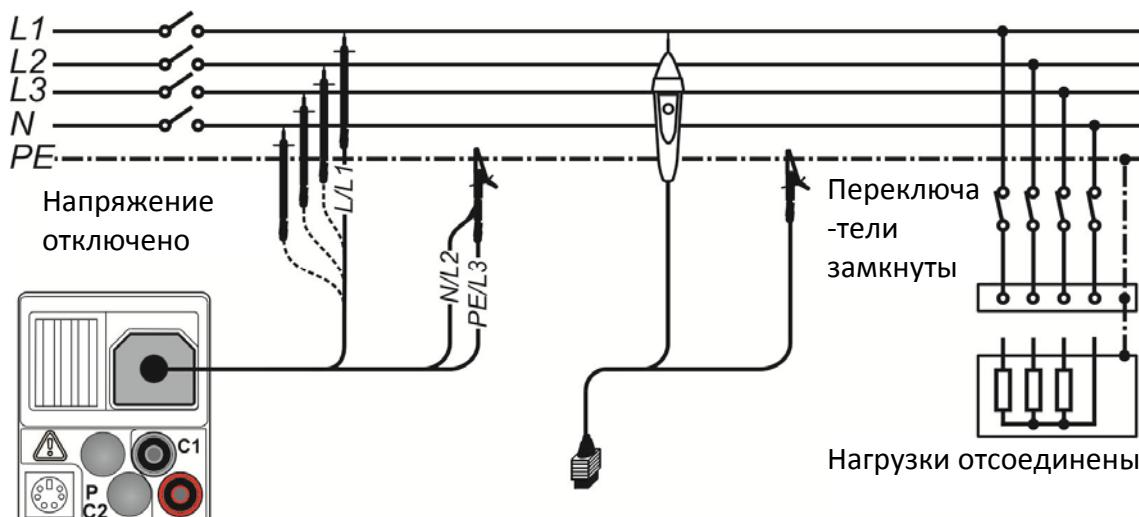

Рисунок 5.6: Подключение 3-х проводного тестового кабеля и щупа с наконечником «Tip commander» ($U_N \leq 1 \text{ кВ}$)
- **Подсоедините** испытательный кабель к прибору и затем к исследуемому компоненту (см. Рисунок 5.6: Подключение 3-х проводного тестового кабеля и щупа с наконечником «Tip commander» ($U_N \leq 1 \text{ кВ}$))
- **Подсоедините** испытательный кабель к прибору и затем к исследуемому компоненту (см. Рисунок 5.6: *Подключение 3-х проводного тестового кабеля и щупа с наконечником «Tip commander» (UN≤ 1 кВ)*)